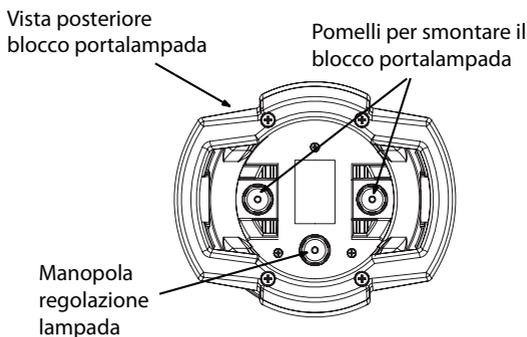

Fig.3
2. Svitare il bloccoportalampada tramite i due pomelli (fig.3).
La manopola posta sul retro del sagomatore PFZ725 permette di regolare il bollo (fig.3).